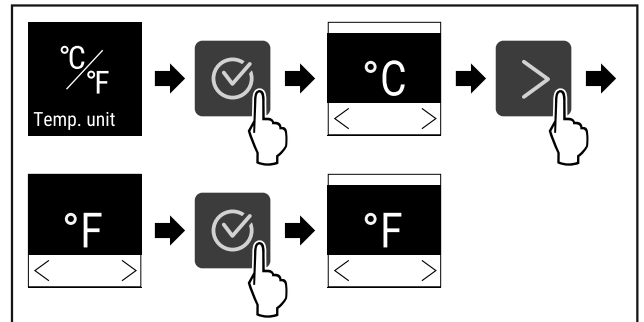

Fig. 77
- ▶ Stappen (zie Fig. 77) uitvoeren.